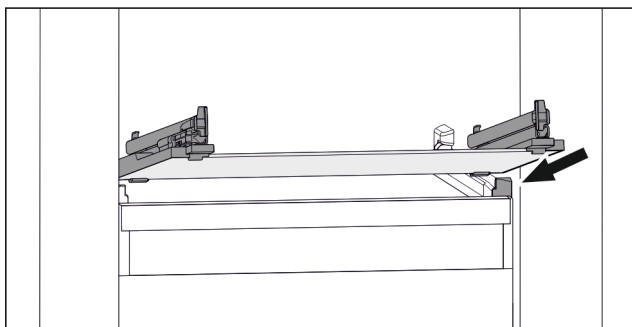

Fig. 98 Simbolična slika steklene plošče
- ▶ Steklenu ploščo postavite v poševnem položaju za zaustavjalniki. (glejte Fig. 98)